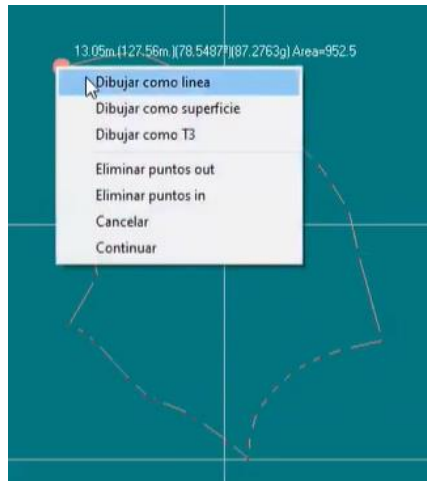

Figura 400. Dibujar como línea.
33. Dar clic en orden y en secuencia de las manecillas del reloj sobre todos los vértices del primer jardín importado. Al cerrar la poligonal aparecerá un menú de opciones, seleccionar “Dibujar como línea”. Figura 400.